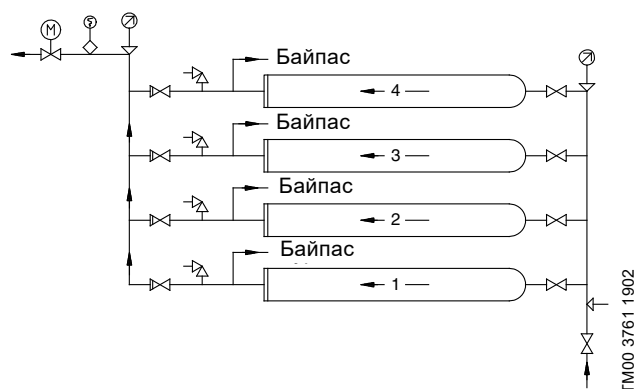

Рис. 7 Система підвищення тиску з чотирма модулями, з'єднаними паралельно, встановленими один над одним
Модулі підвищення тиску Grundfos в стандартній комплектації постачаються без вбудованого зворотного клапана. Однак зворотний клапан може бути вбудований за запитом. Див. рис. 7.
- Для модулів, з'єднаних паралельно, встановлених один над одним, рекомендується з'єднати труби, як показано на рис. 7. Це розташування гарантує, що модулі заповнені водою перед запуском.